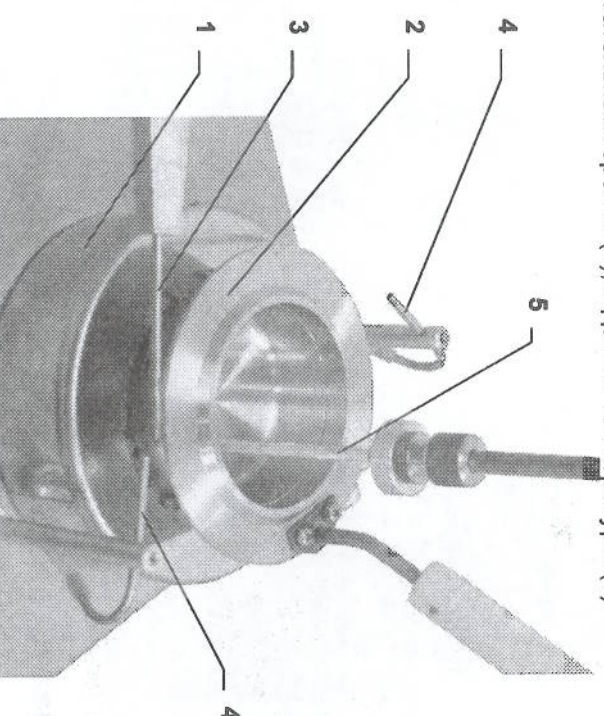

Рис. 2. Аппарат ТВО-ЛАБ-01. Испытательный модуль.
В испытательном модуле аппарата (см. рис. 2) установлены: нагреватель (1), открытый тигель (2), основная горелка (3), две вспомогательных горелки (4), и датчик температуры (5).